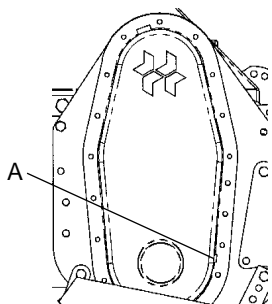

Fig. 2
1. Llenar la caja lateral de transmisión con **aceite SAE 90** hasta el nivel del tapón A (**fig. 2**) Capacidad 2 l.